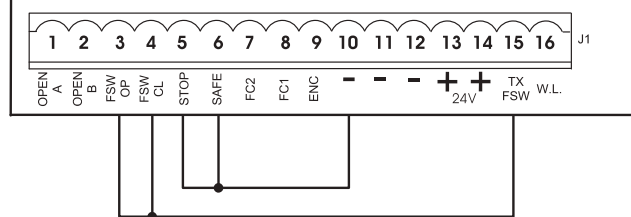

Fig. 5
N.B. Se non vengono utilizzati dispositivi di sicurezza, ponticellare i morsetti come in fig. 5.
Nota bene: Se non vengono collegati dispositivi di sicurezza in apertura, ponticellare gli ingressi FSW OP e -TX FSW (fig. 5).
Nota bene: Se non vengono collegati dispositivi di sicurezza in chiusura, ponticellare i morsetti FSW CL e -TX FSW (fig. 5).
Nota bene: Se non vengono collegati dispositivi di sicurezza costa, ponticellare gli ingressi SAFE e - (fig. 5).